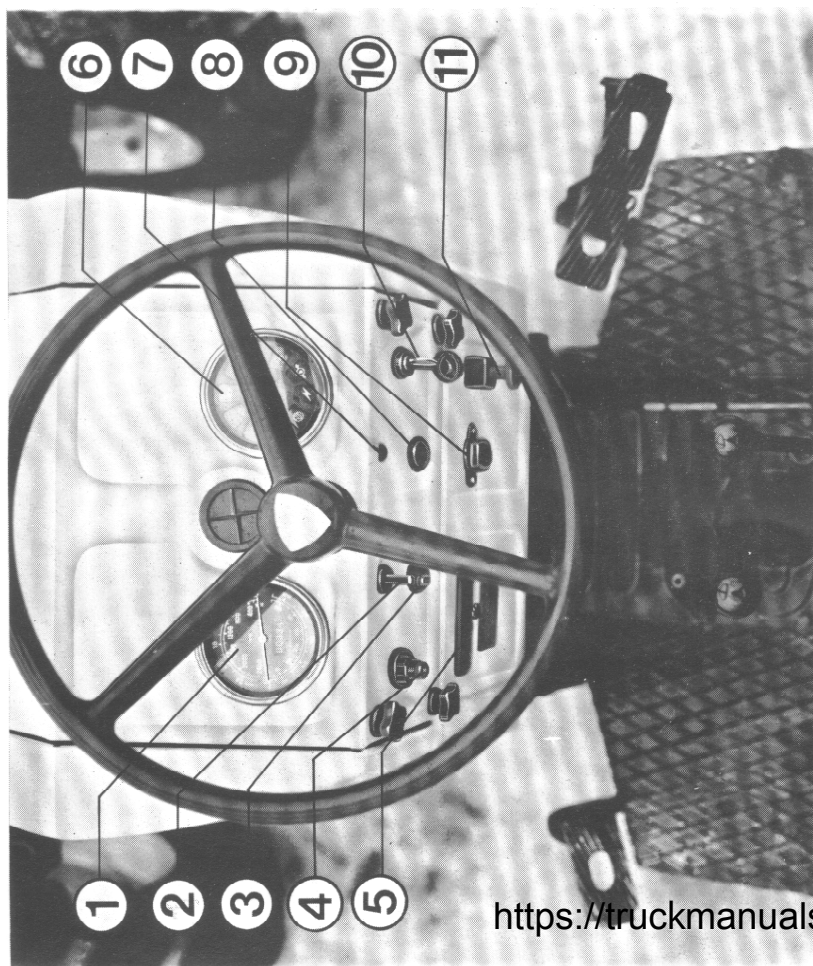
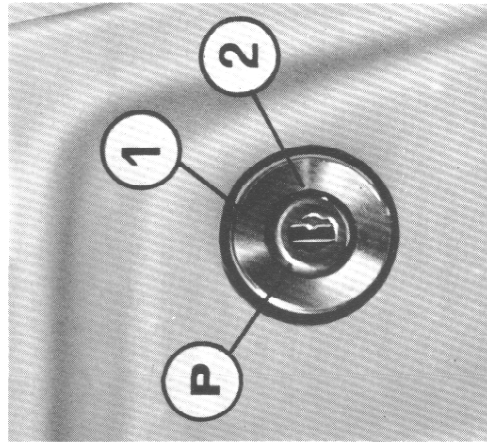

FIG. 1. Strumenti di controllo
FIG. 5. Interruttore gen.le di avviamento
- 1) sbloccare il tirante arresto motore (fig. 1) e controllare che la leva del cambio (vedi schema) e la leva innesto P.d.F. si trovino in folle;
3) introdurre la chiave nell'interruttore generale (10 fig. 1) e ruotarla in senso orario sulla posizione 2 (fig. 5).
4) appena il motore è partito abbandonare la chiave dell'interruttore generale che ritornerà automaticamente nella pos. 1 e portare la leva acceleratore nella posizione di minimo lasciando la fino a che il motore è diventato sufficientemente caldo;
5) per l'arresto: spostare la leva comando acceleratore sulla posizione di minimo indi tirare l'apposito pomello (11 fig. 1).
DI AVVIAMENTO (Fig. 5)**